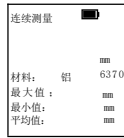

图2
- (1) 按住  键0.5秒以上，仪器将开机进入测试界面(图2)。